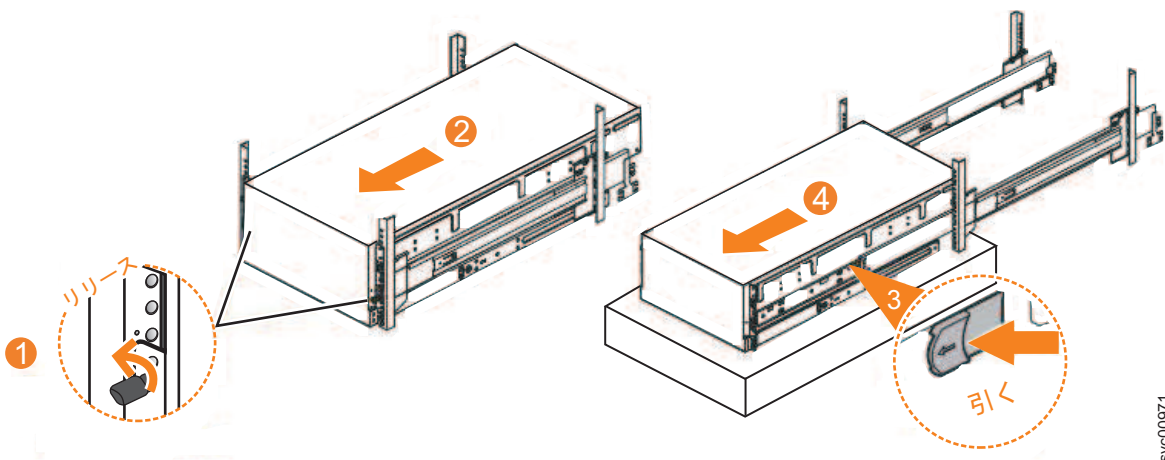

図 96. ラックからの 2145-92F エンクロージャーの取り外し
1. 図 96 に示すように、エンクロージャーの前面にあるロックつまみねじ (1) を緩めます。
2. 図 96 に示すように、エンクロージャーを手前にスライドさせてラックから慎重に外します (2)。
3. エンクロージャーの前面付近にある左右の青色の解放タブの位置を確認します。両方の解放タブを手前に引いて、ドロワー機構のロックを解除します (図 96 の 3)。
4. エンクロージャーおよび内部レール・メンバーをスライドさせてラックから取り出します (図 96 の 4)。